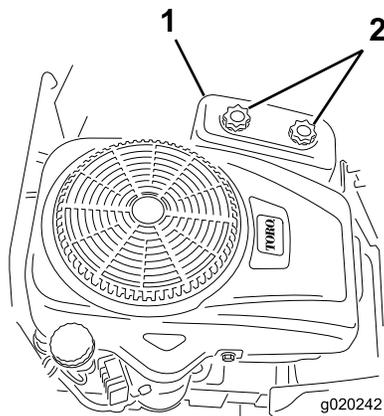

Bild 26
4. Schrauben Sie die zwei Handräder ab, um die Luftfilterabdeckung abzunehmen (Bild 26).
3. Setzen Sie die Luftfilterabdeckung auf und ziehen Sie die zwei Handräder an (Bild 26).